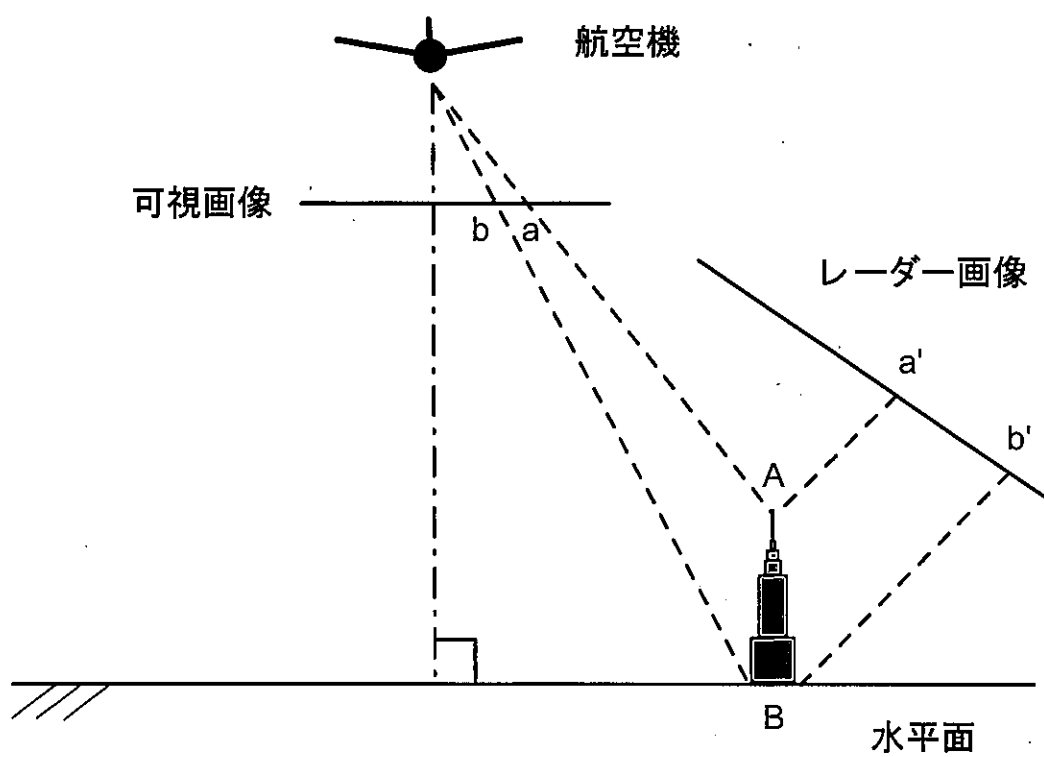

図2 航空機から観測した可視画像とレーダー画像の幾何学的関係
(1) 標高を計測する次の a) から d) の手法について、その原理をそれぞれ 3 行程度で解説せよ。必要に応じて図を用いてよい。
(2) 図 2 は、航空機に搭載した可視センサとレーダーから、水平面に直立する建築物 AB を観測した時の、可視画像とレーダー画像における幾何学的関係を示している。以下の問いに答えよ。